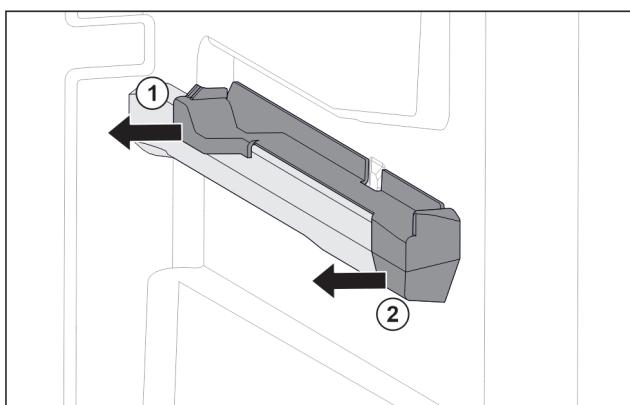

Fig. 146 Natični nastavek na desnemu nastavku za posodo
- Natični nastavek zadaj izvlecite vstran. Fig. 146 (1)
- Natični nastavek spredaj izvlecite vstran. Fig. 146 (2)